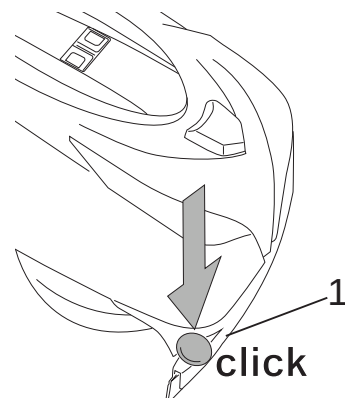

Fig.2B
- Установите бампер (рис. 2B - поз. 1).